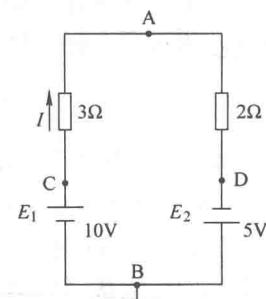

图 1-7
**【例1-1】** 在图1-7所示电路中，分别以A、B为参考点计算C和D点的电位及C和D两点之间的电压。
**【解】** (1) 以A为参考点